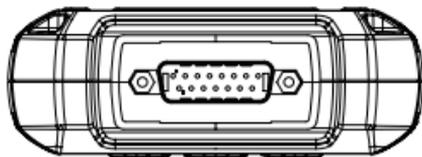

Figura 2.1.2
7. Conector Macho DB15: El conector es para que conectes el cable de diagnóstico OBD-II y el cable de prueba de la batería. (Ver la Figura 2.1.2)